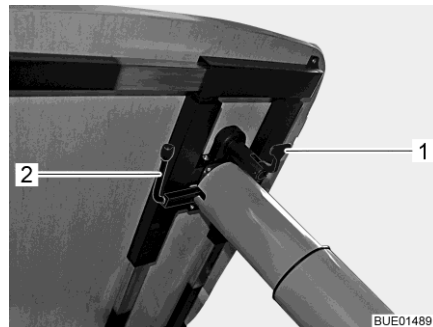

Bild 132 Inställning lyftbord
- Fäll ned låsarmen (Bild 132,1).
Ombyggnad till sängstomme: ■ Sväng spaken (Bild 132,2) under bordsskivan 180° medurs. Lyftmekanismen i bordsbenet låses upp.
Fälla upp bordsskivan: ■ Sväng spaken (Bild 132,2) under bordsskivan 180° medurs. Bordsskivan åker själv upp till det övre ändläget.